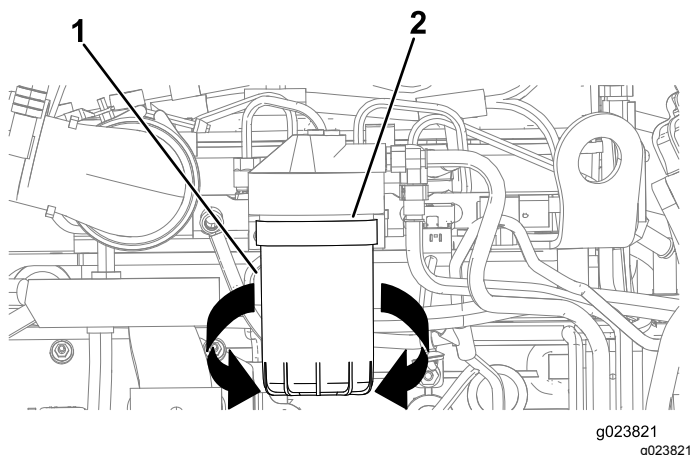

Bild 99
3. Stellen Sie eine Auffangwanne oder legen Sie mehrere Lappen unter den sekundären Kraftstofffilter und den Kraftstofffilter-Adapter (Bild 99).
4. Drehen Sie den Kraftstofffilter nach links und nehmen Sie ihn ab (Bild 99).
7. Fluchten Sie den Kraftstofffilter mit dem Kraftstofffilter-Adapter aus und drehen Sie ihn nach rechts, bis die Dichtung des Kraftstofffilters den Kraftstofffilter-Adapter berührt (Bild 99).
8. Ziehen Sie den Kraftstofffilter mit der Hand um eine weitere halbe Umdrehung an (Bild 99).